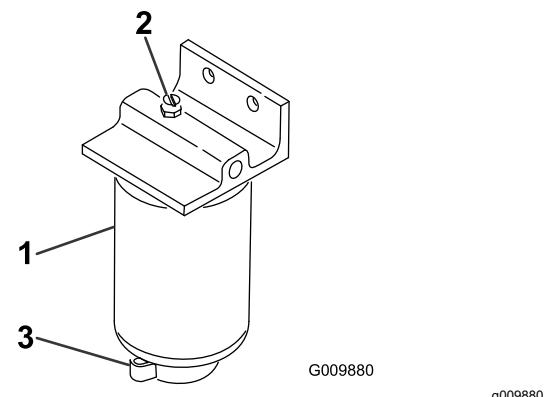

Bild 55
2. Lösen Sie das Ablassventil an der Unterseite der Filterglocke (Bild 55).